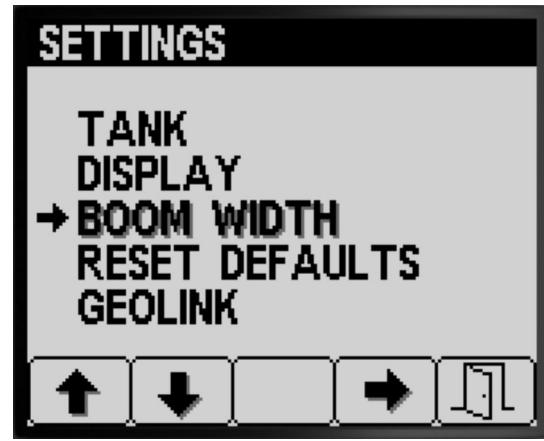

Рисунок 32
- Нажмите кнопку 4 для выбора позиции Boom Width (ШИРИНА СТРЕЛЫ) (Рисунок 32).
- Нажимайте кнопку 2 на экране Settings (Настройки), пока не перейдете к пункту Boom Width (ШИРИНА СТРЕЛЫ) (Рисунок 32).